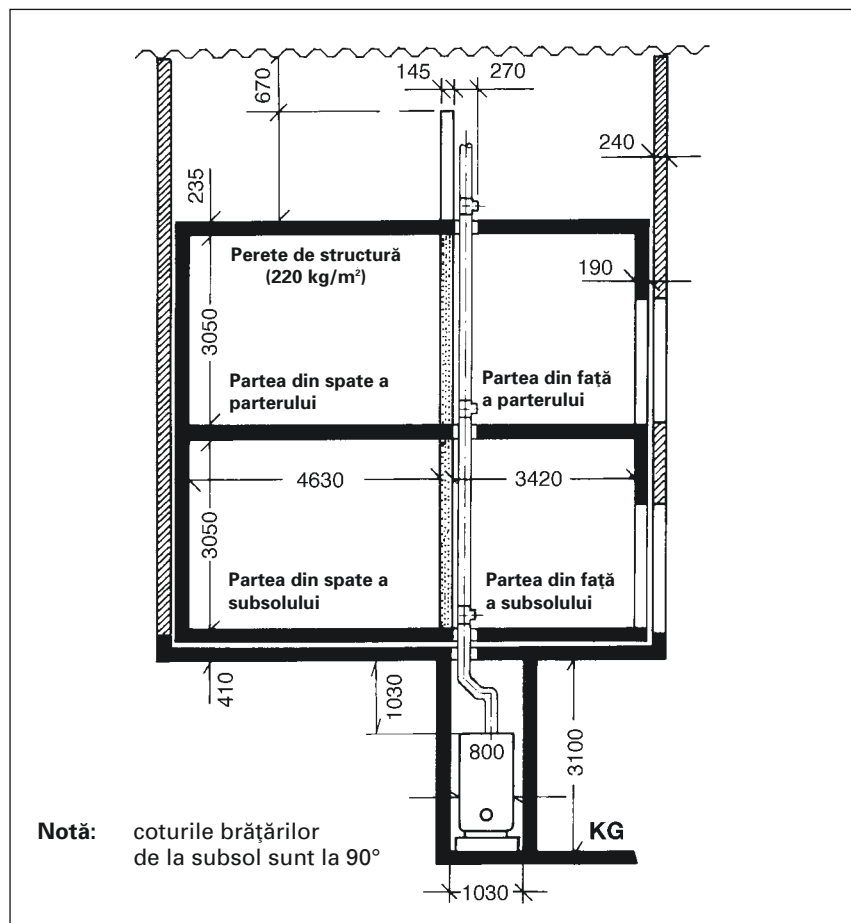
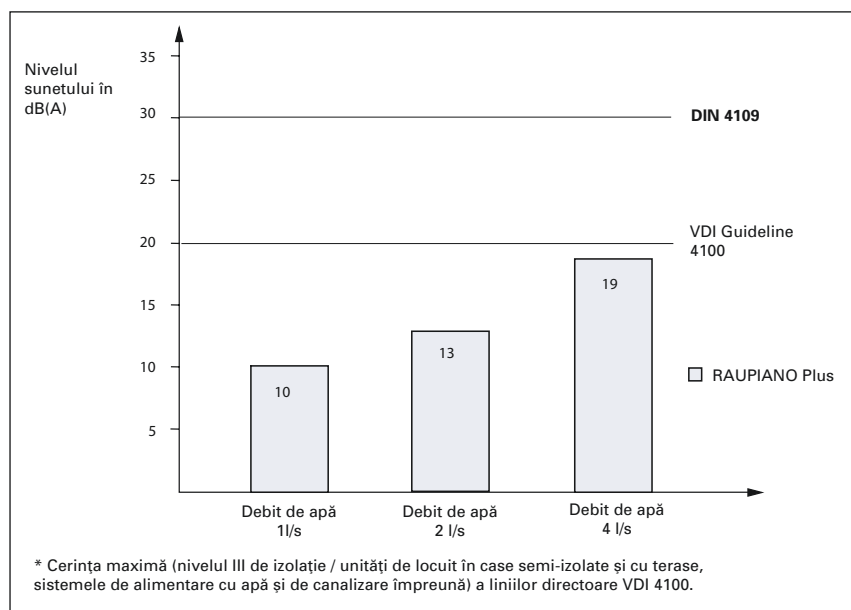

Fig. 4: Testul de instalare al Institutului Fraunhofer pentru fizica construcțiilor (toate dimensiunile sunt în mm)
Fig. 5: Rezultatele măsurate la parter
Fig. 4 prezintă structura schematică a stării testului privind izolația al IBP. Aplicarea sarcinii pe sistem a fost realizată cu un debit de 1,0, 2,0 și 4,0 l/s (4 l/s corespunde la 12 la 13 unități de locuit). Rezultatele testului prezintă niveluri de sunet semnificativ scăzute în spatele peretelui structurii în comparație cu țeava HT convențională (masă pe zonă de unitate de 220 kg/m2, grosimea peretelui de 115 mm plus tencuiala). Conform DIN 4109, acest perete structural corespunde celui mai ușor perete cu un singur strat pe care pot fi montate conductele de canalizare. Dacă instalația este realizată pe pereți mai grei, rezultă o reducere suplimentară a nivelului sunetului. Rezultatele măsurate la parter sunt arătate în Fig. 5. Proprietățile de izolare fonică remarcabile ale RAUPIANO Plus sunt bine documentate aici. Proiectare și cererile de oferte în conformitate cu Liniile directe VDI 4100 pot fi realizate atâta timp cât se conformează informațiilor furnizate în documentele noastre tehnice, precum și instrucțiunilor date în standarde. Printre alte lucruri, liniile directe VDI 4100 stipulează un nivel de sunet de până la 20 dB (A) pentru unitățile de locuit din casele semi-izolate și cu terase 25 dB (A) pentru unitățile de locuit din locuințele pentru mai multe familii (vezi Tabelul 1).